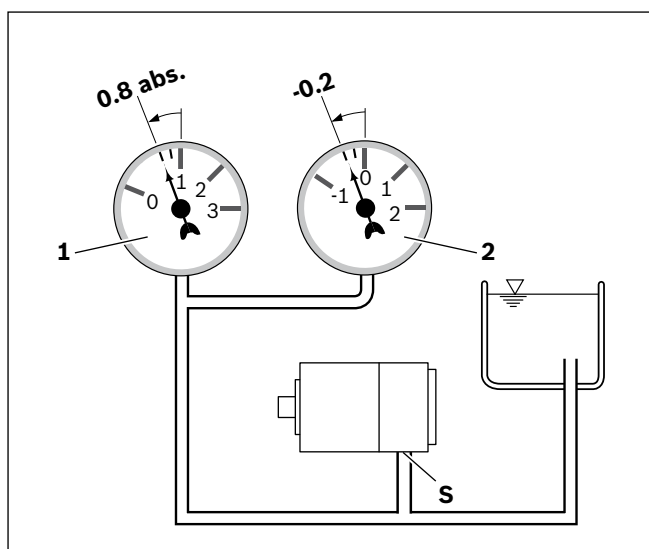

Рис. 4. Давление всасывания для аксиально-поршневых насосов
- ▶ Убедитесь, что для аксиально-поршневого насоса во всех позициях установки и монтажных положениях во время эксплуатации присутствует минимальное давление всасывания 0,8 бар абс. на соединении **S**, см. Рис. 4. Дополнительные значения давления и требования см. в техническом паспорте изделия.